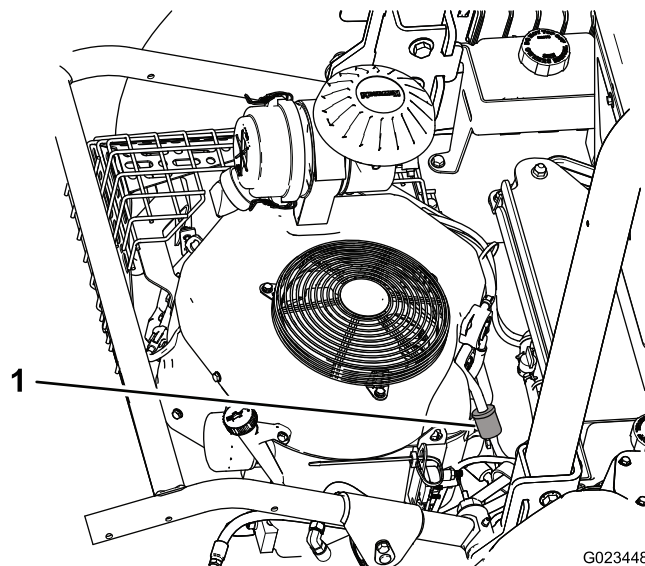

Figura 48
1. Desaperte o dispositivo de fixação de tubagem no lado do carburador do filtro e retire a linha de combustível do filtro (Figura 48 e Figura 49).